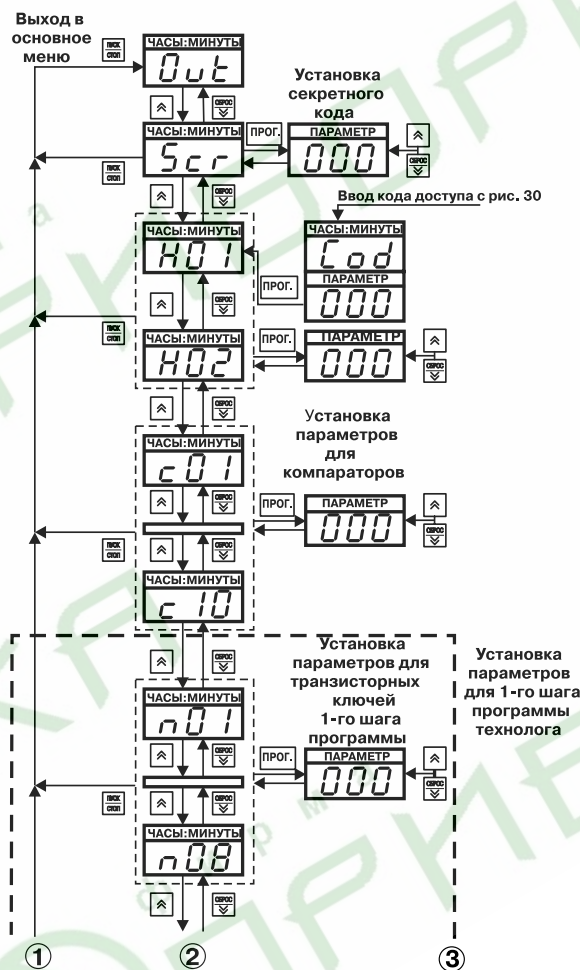

Рис. 31. Схема, поясняющая программирование на уровне L1
Для выхода из уровня программирования L2 необходимо нажать кнопку **ПУСК/СТОП** (см. рис. 31), после чего прибор перейдет в состояние «Out» основного меню.
4.2.4.1. На рис. 31 изображена схема, поясняющая программирование на уровне L1, где задаются значения параметров программ управления (программ технолога). На индикаторе «ЧАСЫ:МИНУТЫ» отображаются имена параметров программ управления, на индикаторе «ПАРАМЕТР» – значения параметров (см. прил. Д).
**Примечание.** Все параметры, изображенные на рис. 31, кроме двух самых верхних и двух самых нижних прямоугольников, принадлежат только одной программе управления (программе технолога).
Продолжение рис. 31